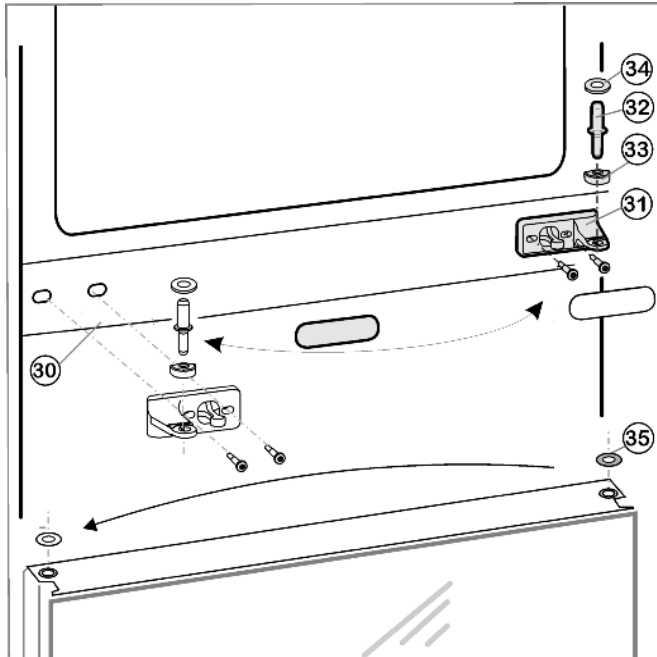
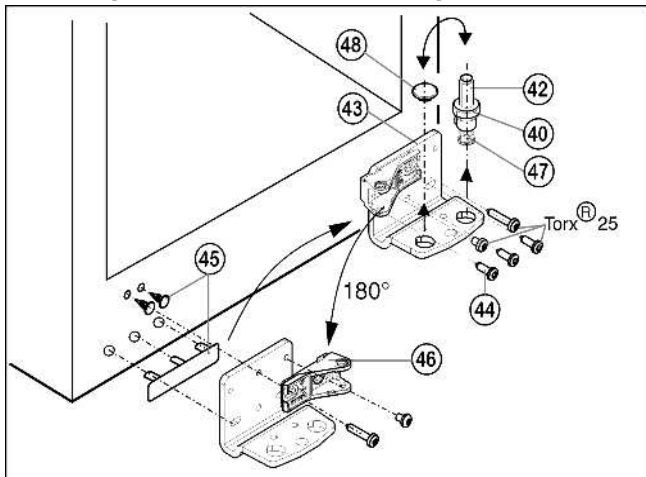

Рис. 11
Рис. 12
- ▶ Выньте средние опорные болты Рис. 11 (32), вместе с шайбой Рис. 11 (34) из опорного кронштейна и нижней двери.
- Снимите пластиковую заглушку - Рис. 11 (33).
- Отвинтите среднюю опорную деталь Рис. 11 (31).
- Осторожно снимите защитную крышку Рис. 11 (30).
- Повернув опорную деталь Рис. 11 (31) на 180°, крепко прикрутите ее на противоположную сторону (4 Nm).
- Повернув защитную крышку Рис. 11 (30) на 180°, зафиксируйте ее на противоположной стороне.
- Переставьте на двери шайбу Рис. 11 (35).
- Полностью выньте опорные болты Рис. 12 (42), вместе с шайбой Рис. 12 (40) и опорной ножкой Рис. 12 (47).
- Снимите заглушки Рис. 12 (48).
- Отвинтите Рис. 12 (44) опорный кронштейн Рис. 12 (43).
- Осторожно снимите защитную крышку Рис. 12 (45) со стороны ручки и переставьте на противоположную сторону.
- Прикрутите опорную деталь Рис. 12 (43) на противоположную сторону с помощью шуруповерта (4 Nm).
- Отвинтите опорную деталь Рис. 12 (46) и, повернув на 180°, снова вкрутите болт в продольное отверстие.
- Вставьте заглушки в другие отверстия Рис. 12 (48).
- Вставьте опорный болт Рис. 12 (42) с шайбой и опорной ножкой. При этом обратите внимание, что упор должен быть направлен назад.
- Снова наденьте пластмассовую заглушку Рис. 11 (33) на средний опорный кронштейн Рис. 11 (31).
- Вставьте средние опорные болты Рис. 11 (32) в средний опорный кронштейн Рис. 11 (31) на противоположной стороне нижней двери.
- Наденьте шайбы Рис. 11 (34) на средние опорные болты Рис. 11 (32).
- ▶ Насадите верхнюю дверь на опорные болты *Рис. 11 (32)*.
- ▶ Дверь можно выровнять с помощью подкручивания нижних *Рис. 12 (43)* и средних *Рис. 11 (31)* опорных кронштейнов в продольных отверстиях, находящихся на одной прямой. Для этого же подкрутите средние болты на опорном кронштейне снизу *Рис. 12 (43)*.